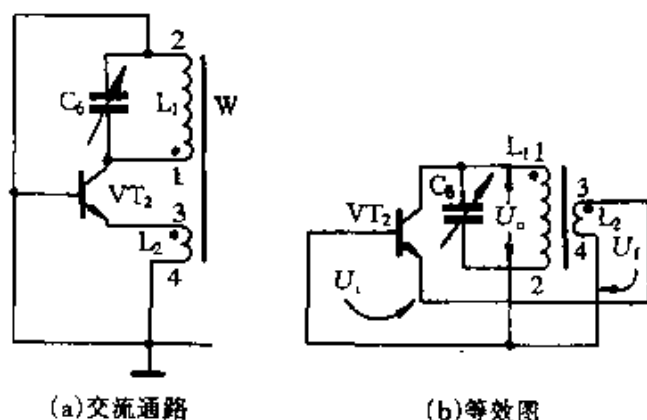

图 4-33
③ 高频振荡器是一个共基极变压器耦合振荡器。如图 4-33 所示,在 VT_2 集电极接有 L_1 与 C_6 构成的谐振回路,决定了振荡器的振荡频率。 L_1 与 L_2 同绕于一根磁棒上,形成变压器。 L_2 将输出电压 U_o 反相后输入 VT_2 的基极,反馈电压 U_f 与输入电压 U_i 同相,满足了振荡条件。 L_1 、 L_2 同时构成磁性天线,直接向外辐射输出。